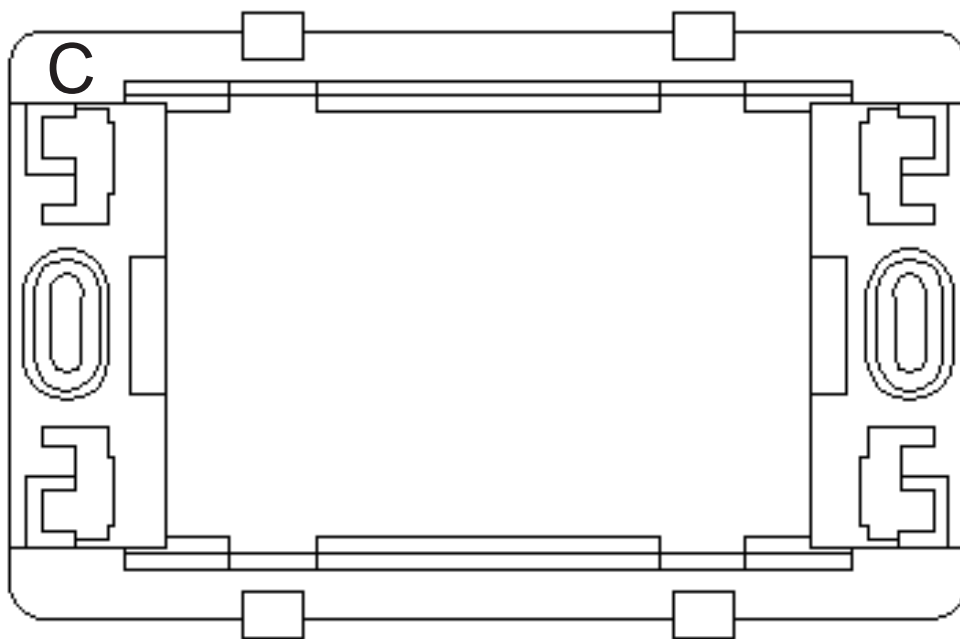

Рис. 8
ДЕРЖАТЕЛЬ «С» (рис. 8)**
**PLATE “C” (Fig. 8)**